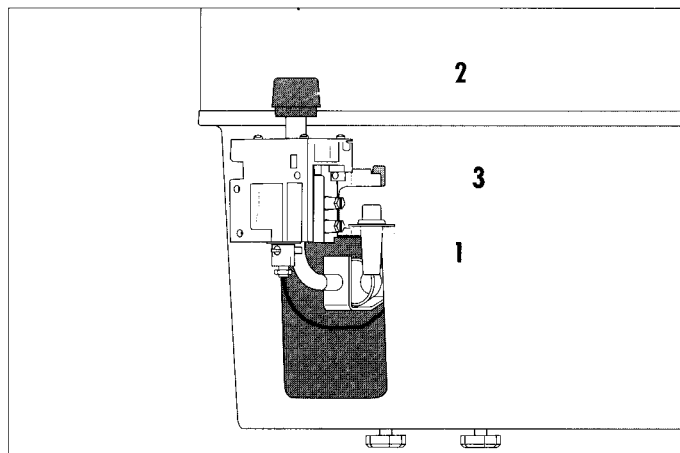

Abb. 9 Anschlußfließdruck überprüfen
- Dichtschaube des Druckmeßstutzens (Abb. 9, Position 1) lösen
- Manometer am Druckmeßstutzen (Abb. 9, Position 1) anschließen
- Dichtschaube am Druckmeßstutzen (Abb. 9, Position 1) gasdicht eindrehen
- Dichtschaube vom Düsendruck-Meßstutzen (Abb. 9, Position 3) lösen
- Bedienknopf (Abb. 9, Position 2) auf ● (außer Betrieb) bringen
- Dichtschaube am Düsendruck-Meßstutzen (Abb. 9, Position 3) gasdicht eindrehen